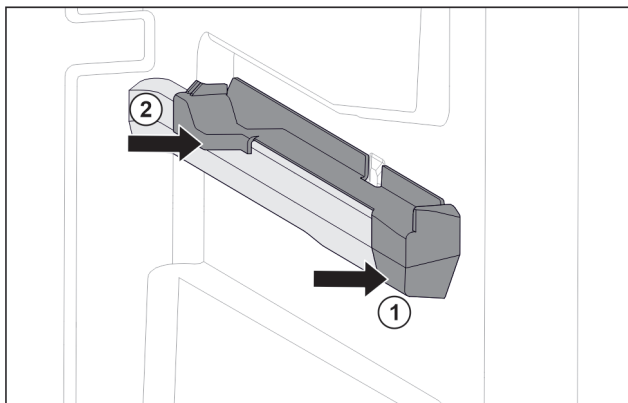

Fig. 103 Elemento inseribile sulla nervatura destra del contenitore
- Posizionare l'elemento inseribile sulla parte anteriore della nervatura del contenitore. Fig. 103 (1)
- Premere l'elemento inseribile sulla parte posteriore. Fig. 103 (2)